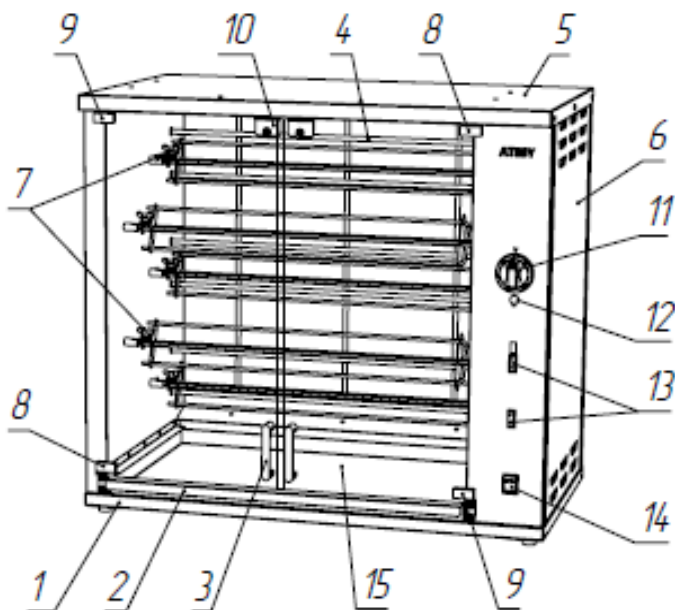

Рис. 1.
3.6. Перед началом работы гриля необходимо поддон 2 (рис.1) для сбора жира посыпать солью для уменьшения разбрызгивания масла от высокой температуры.